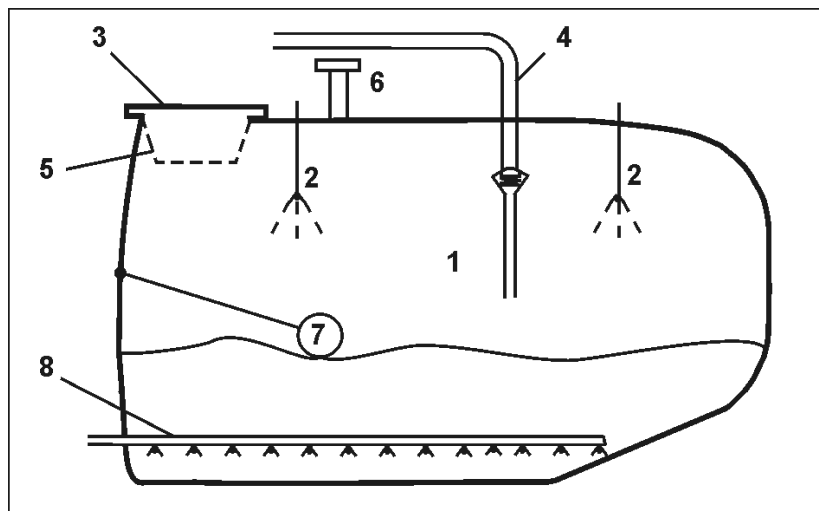

Fig. 51
- A marca vermelha (Fig. 51/1) da indicação de controlo da sapata de estabilização é visível quando a máquina se encontra pousada sobre a sapata de estabilização hidráulica.